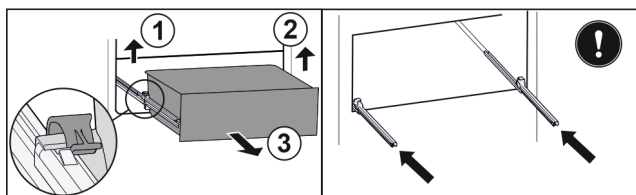

Fig. 149
- ▶ Løft den venstre klemme, og træk samtidigt skuffen i venstre side fremad. Fig. 149 (1)
- ▶ Løft den højre klemme, og træk samtidigt skuffen i højre side fremad. Fig. 149 (2)
- ▶ Tag skuffen ud fremefter. Fig. 149 (3)